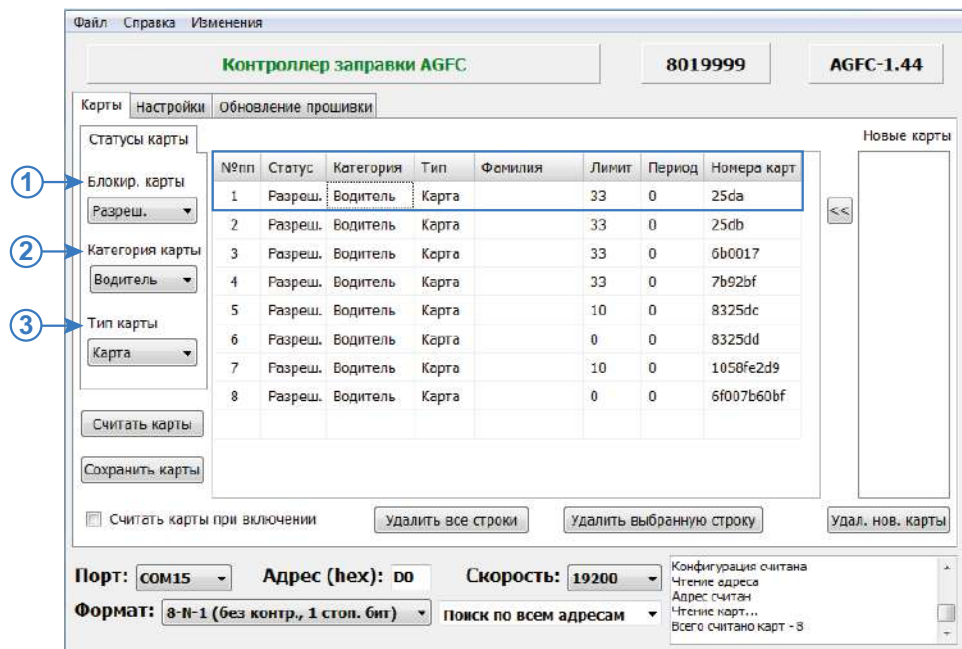

Рис.8. Настройка карты.
- **Статус** – статус карты: разрешена или заблокирована. Статус «Разрешена» разрешает использование карты для заправки. Статус «Запрещена» блокирует использование карты. При подключении карты со статусом «Запрещена» светодиод ТРК гаснет. Статус карты нужно выбрать в списке «Блокировка карты» (Рис.8, п.1).
- **Категория** – категория карты: Водитель или Заправщик. Карта водителя предназначена для включения и выключения топливного насоса. Карта заправщика предназначена для разрешения последующего подключения карты водителя для начала заправки в режиме выдачи топлива «Заправщик + водитель из списка», а также включения и выключения насоса в режиме «Заправщик». В режиме «Заправщик + водитель из списка» карта заправщика также может завершить текущую заправку. Категорию карты нужно выбрать в списке «Категория карты» (Рис.8, п.2).
- **Тип** – тип карты: Брелок или Карта. Карта с типом «Брелок» предназначена для кратковременного поднесения карты к передней панели ТРК «AGFC». Заправка начинается при первом прикладывании брелка к ТРК «AGFC» и завершается при повторном прикладывании. «Карта» предназначена для установки в картоприемник ТРК «AGFC». В этом случае заправка будет начинаться при установке карты в картоприемник и длиться, пока карта находится в картоприемнике. Карта заправщика всегда работает как Брелок, даже если в настройках ТРК для этой карты задан тип «Карта». Тип карты нужно выбрать в выпадающем списке «Тип карты» (Рис.8, п.3).